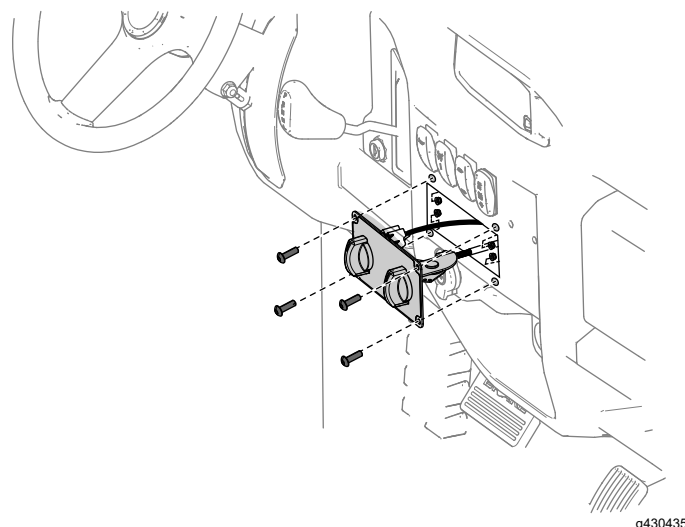

Рисунок 10
11. Проложите трос управления, водяной вентиль и жгут проводов через приборную доску и закрепите панель управления в сборе на приборной панели с помощью 4 болтов со сферической головкой (5/8 дюйма) и 4 контргаяк (№ 10-24); см. Рисунок 10. Затяните болты с усилием 3 Н·м.